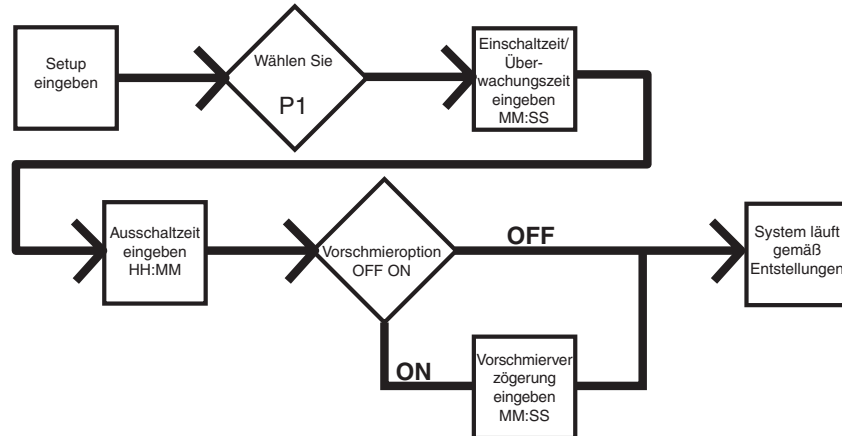

**ABB. 31**
2. Betätigen Sie die Pumpe nur so lange, bis keine Luft mehr in dem aus der Verschraubung austretenden Schmierfett enthalten ist ((ABB. 31).